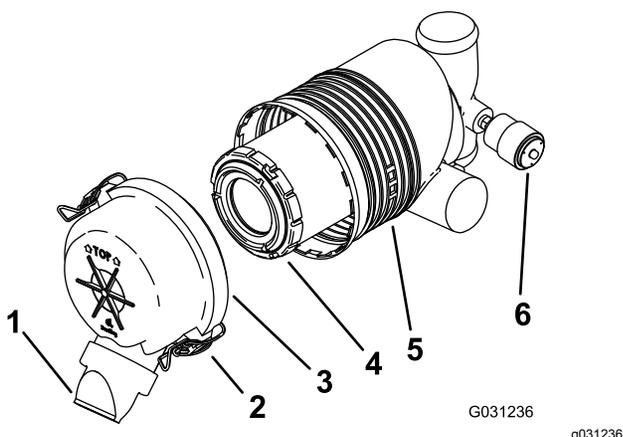

Рисунок 30
**Внимание:** Фильтр воздухоочистителя следует менять только, когда индикатор обслуживания станет красным (**Рисунок 30**). Замена воздушного фильтра без необходимости ведет лишь к повышению вероятности попадания грязи в двигатель при извлечении фильтра.
5. Освободите защелки воздухоочистителя и отделите крышку от корпуса воздухоочистителя (Рисунок 30).
- Если индикатор обслуживания прозрачный, установите крышку воздухоочистителя таким образом, чтобы пылезащитный колпачок был ориентирован вниз, и закройте защелки (Рисунок 30).
1. Осторожно извлеките фильтр из корпуса воздухоочистителя (Рисунок 30).
3. Осторожно установите фильтр (Рисунок 30).
4. Установите крышку воздухоочистителя таким образом, чтобы пылезащитный колпачок был ориентирован вниз, и закройте защелки (Рисунок 30).